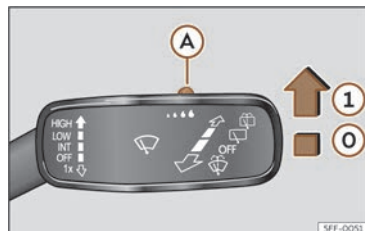

Abb. 112 Scheibenwischerhebel: Regensensor (A) einstellen.
>>> (Abb. 112).
- ② Regensensor deaktiviert.
- ① Regensensor aktiv – automatisches Wischen bei Bedarf.
Nach dem Aus- und Wiedereinschalten der Zündung bleibt der Regensensor aktiviert und funktioniert wieder, wenn der Scheibenwischerhebel in der Position >>> (Abb. 112) ① steht und schneller als 16 km/h (10 mph) gefahren wird.